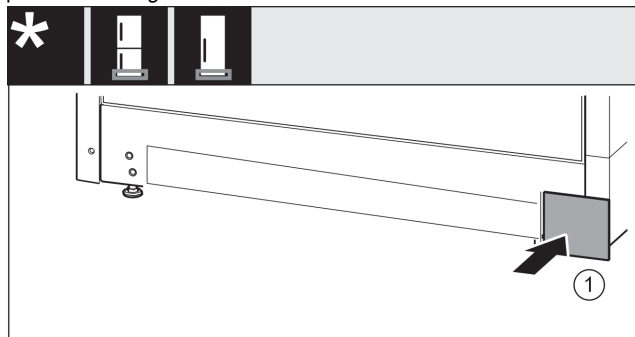

Fig. 21
- ▶ Poggiare nuovamente la copertura sull'altro lato. Fig. 21 (1)